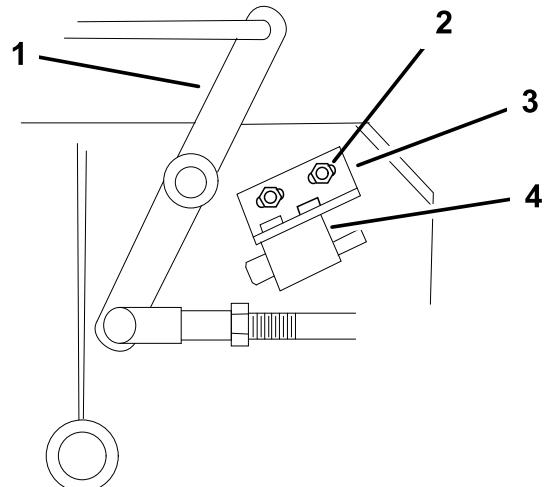

Figura 51
4. Se necessario, regolate il microinterruttore di sicurezza delle lame allentando i bulloni che fissano la staffa del microinterruttore (Figura 51).
Assicuratevi che la leva a squadra **non** tocchi il corpo dell'interruttore o potrebbero verificarsi danni all'interruttore (Figura 51).